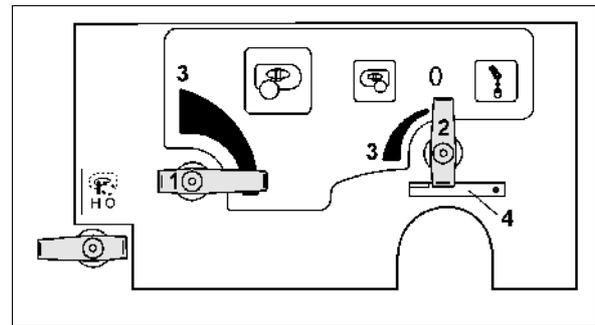

Fig. 42
- pour l'organe agitateur principal au niveau du robinet de réglage (**Fig. 42/1**).
- pour l'organe agitateur supplémentaire au niveau du robinet de réglage (**Fig. 42/2**).
Le niveau "0" correspond à l'agitation débrayée.. L'agitation la plus performante est obtenue sur la position (**Fig. 42/3**).
Sécurité pour la fonction de vidange du filtre sous pression (**Fig. 42/4**).